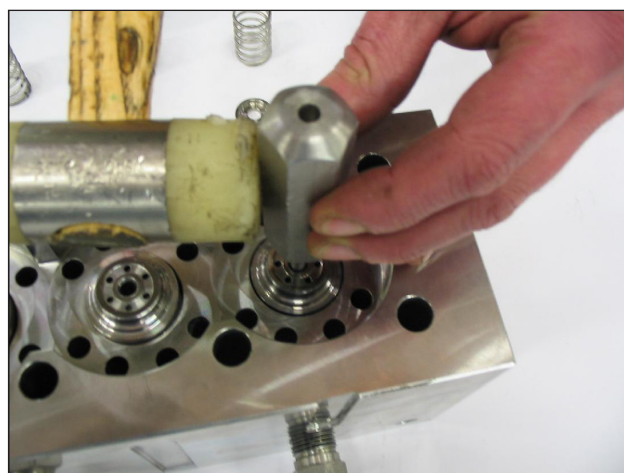

Fig. 42
**Si las sedes de la válvula están bloqueadas en la cabeza debido a los depósitos de cal o al óxido, desbloquearlas introduciendo la herramienta adecuada (cód. 27508000) en el orificio de aspiración como se indica en la Fig. 42.**